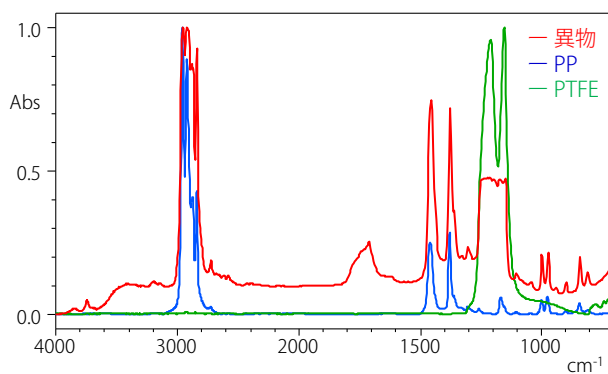

図6 ろ紙上異物の検索結果
また、得られた赤外スペクトルについて、ライブラリ検索を行った結果を図6に示します。
この結果、異物はポリプロピレン (PP) であることがわかりました。なお、異物とPPのスペクトルを比較すると、1280～1100 cm⁻¹付近ピーク形状が一致していませんが、これはろ紙であるPTFEの吸収によるものです（図6の緑線参照）。